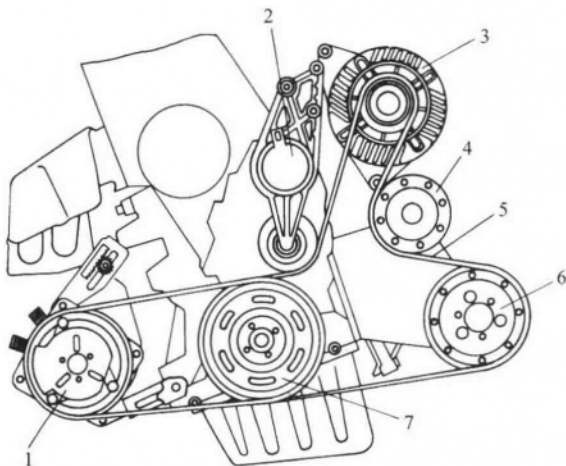

图 1-13 AJR 型发动机总成正面剖视图
- (1) 将工具分类摆放, 观察并认识工具。
- (2) 小组讨论分解发动机的顺序, 记录讨论结果并向指导教师汇报。
- (3) 观察发动机, 认识发动机外围各附件, 对照图 1-13, 找出学习工单表 1 所列标号的发动机零件并在表中填写其名称(或标号), 并写出该零件的作用。在已分解的发动机中查找到后在“认识”一栏中打“√”。